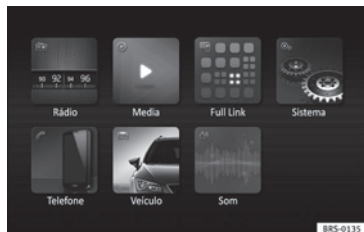

Fig. 80 Easy Connect: Menu principal.
- Pressione o botão de Infotainment **MENU** /  e, em seguida, o botão de função **Veículo** »» **Fig. 80**.